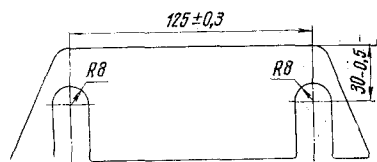

Рис. 93. Прокладка под лапы дизеля
2) изготовьте из листовой стали толщиной 0,3...0,5 мм комплект регулировочных прокладок согласно размерам на рис. 93 (по 2...3 прокладки под каждую опорную лапу);